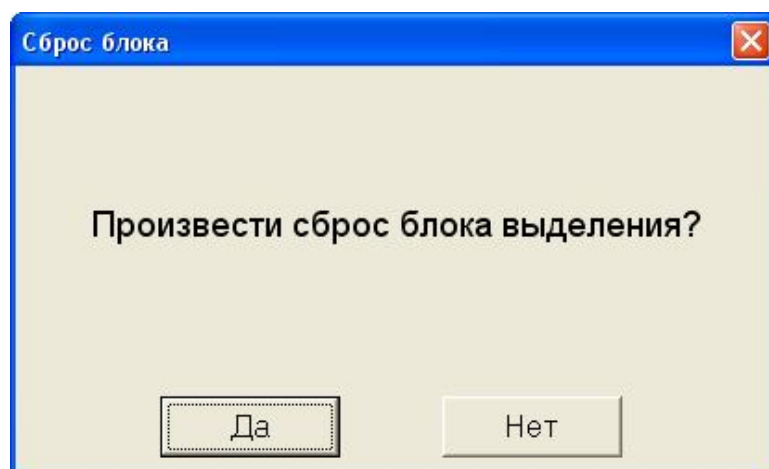

Рисунок 4 - Окно подтверждения на сброс блока
7.4.2.2 В появившемся окне подтверждения сброса (см. Рисунок 4), нажать кнопку «Да».